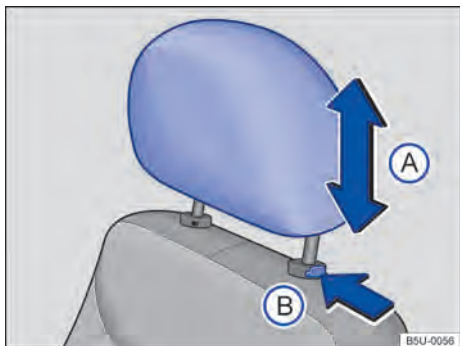

Fig. 38 Ajustar o apoio para cabeça dianteiro.
- Empurrar o apoio para cabeça para cima ou para baixo na direção da seta ⇒ Fig. 38 (A) ⇒ .